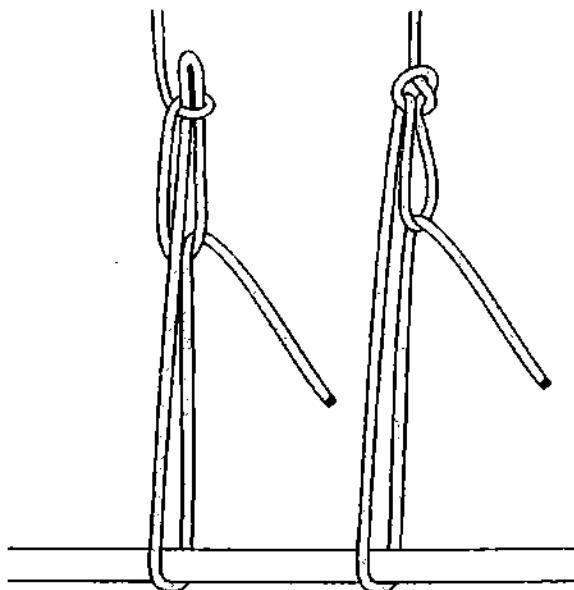

Рис. 983. Кучерский узел, завязанный из узла звонаря и быстроразвязывающегося простого узла.
**Кучерский узел** может быть связан из **узла звонаря** или из **быстроразвязывающегося простого узла** (рис. 983). В **кучерском узле** вместо **узла звонаря** может быть использована практически любая затягивающаяся или не-затягивающаяся петля, например, **быстроразвязывающаяся восьмёрка**, **полупроводник восьмёркой**, **огон восьмёркой** (завязанный 4-й способом) или **беседочная петля**, которая быстро вяжется и легко корректируется. Но **узел звонаря** или **быстроразвязывающийся простой узел** всё же имеет преимущество перед любой петлёй, так как всегда есть возможность быстро «разобрать» всё это приспособление. Ослабив нагрузку и сняв полуштыки ходового конца с петли, узел буквально распадается и верёвка тотчас освобождается.